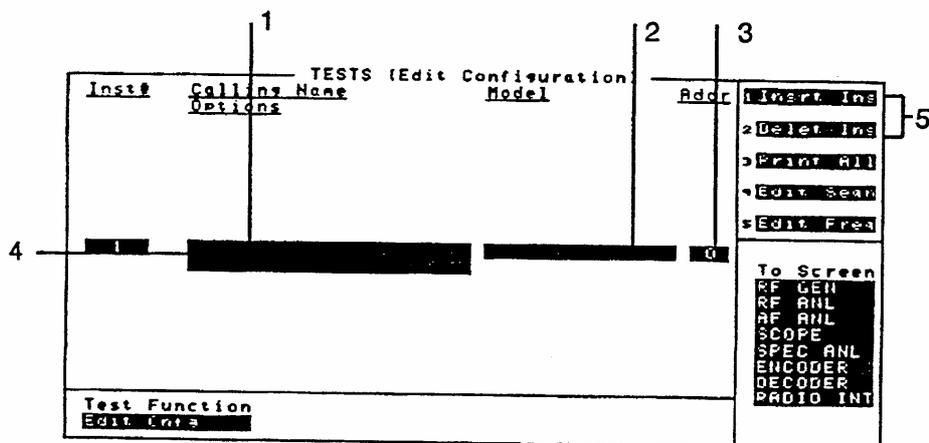

图 30-9 编辑配置屏幕
2. 选择编辑配置 (Edit Cnfg) 功能, 呈现一编辑配置 (Edit Configuration) 屏幕 (见图 30-9)。
3. 选择呼叫名称 (Calling Name) 字段并以大写字母输入仪表名称。例如, PRINTER, POWER SUPPLY, DATA COLLECTION (磁盘驱动器) 等等。见图 30-9(1) 项。
4. 选择型号 (Model) 字段输入仪表型号值。向该字段输入型号值没有规定的语法。见图 30-9(2) 项。
5. 选择地址 (Addr) 字段并输入仪表的遥控地址 (见图 30-9(3) 项)。对于 HP-IB 仪表而言, 输入全部 3 位地址 (象 704)。
6. 选择选配件 (Options) 字段 (见图 30-9(4) 项), 并且如果具有选配件输入仪表的选配件值。该字段可以被空着, 或相反也可以包括其它呼叫名称选配件, 例如:
根据需要选择增加仪表 (Insr Ins) 或删除仪表 (Delet Ins) 或者转动旋钮插入或删除和需要一样多的仪表。见图 30-9(5)项。